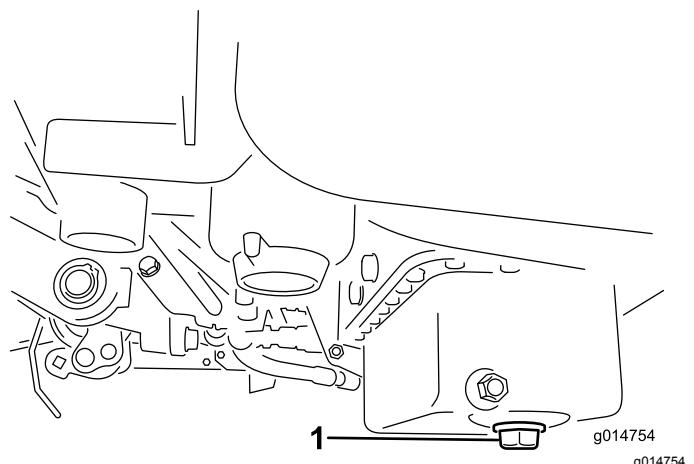

Bild 26
1. Entfernen Sie die Ablassschraube und lassen das Öl in eine Auffangwanne ab. Schrauben Sie die Ablassschraube wieder ein, nachdem das Öl abgelaufen ist (Bild 26).